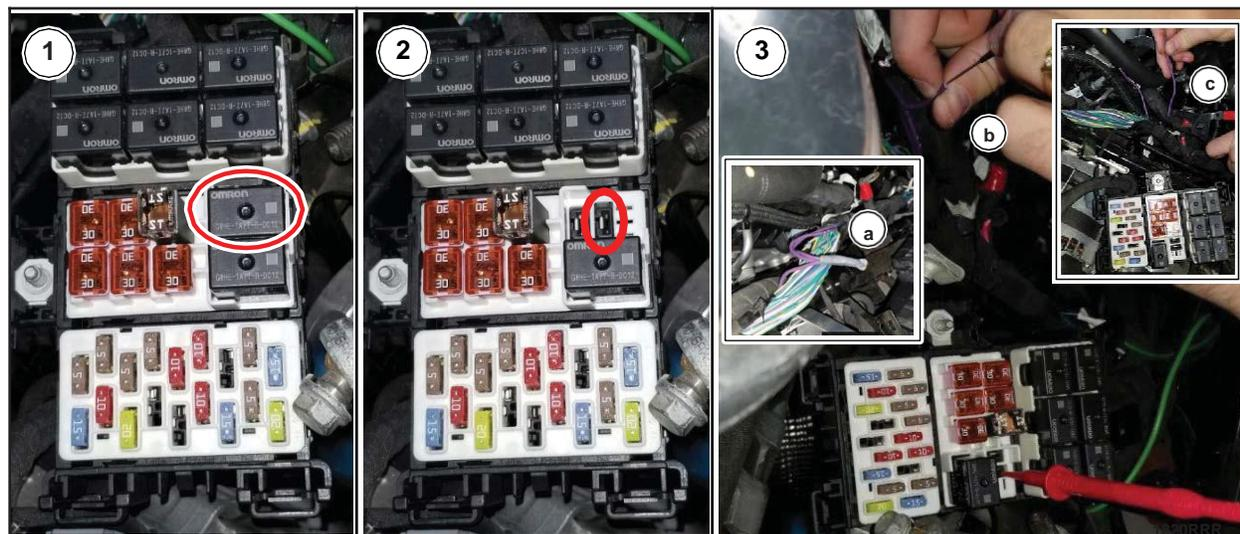

FIGURE 24
27. Confirmer l'épissure S77 et identifier les fils individuels. (Figure 24)